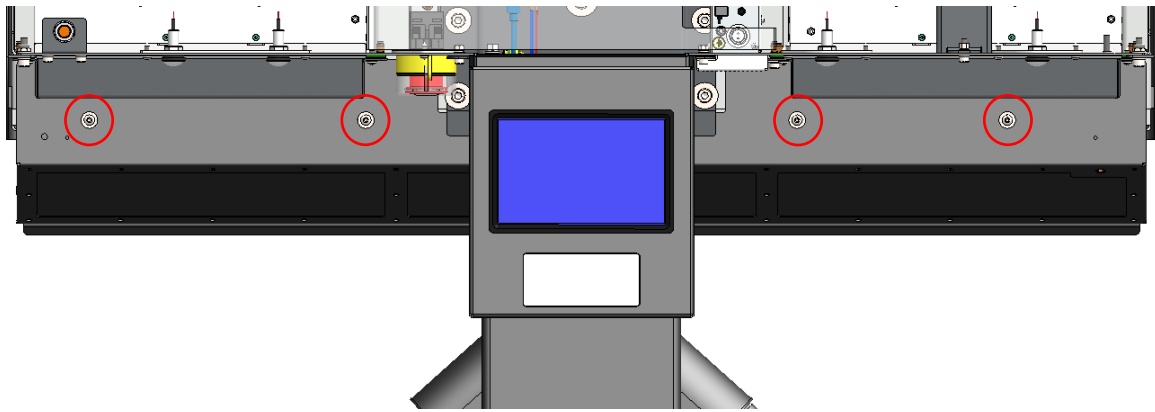

Рисунок 7.2. Розташування гвинтів на передній частині станції
2. Відкрутіть гвинти 1-4 (Рисунок 7.2). Зніміть корпус фільтра.